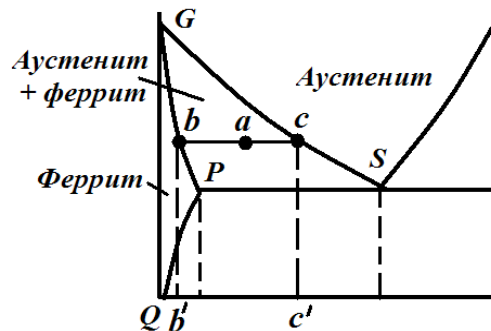

Рис. 5.1. Схема правила отрезков
3. Для контрольного сплава построить кривую охлаждения в координатах время охлаждения (ось X) - температура (ось Y) превращений, происходящих при охлаждении контрольного (рис. 5.3.). При температурах, соответствующих линиям трехфазных равновесных состояний на кривой охлаждения, будут горизонтальные участки (см. рис.5.1., слева).